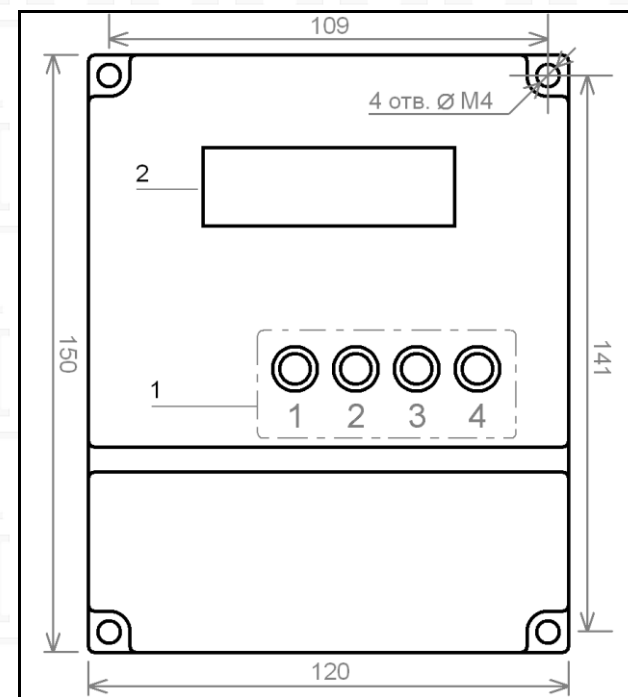

Рисунок 1.
5.1 Общий вид передней панели контроллера показан на рис.1